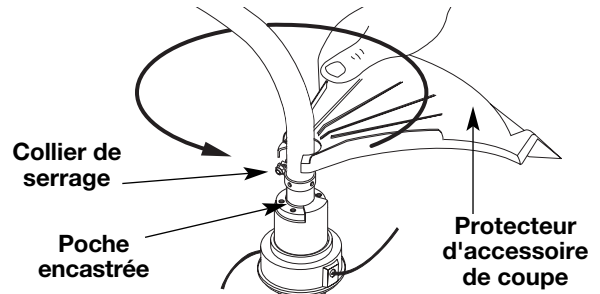

Fig. 3
2. Enfoncez le protecteur d'accessoire de coupe sur le haut de l'accessoire de coupe puis tournez-le jusqu'à ce que les trous à vis soient alignés et que le protecteur s'emboîte dans la poche encastrée (Fig. 3).
3. Installez les quatre (3) vis à l'aide d'un tournevis à empreinte cruciforme.